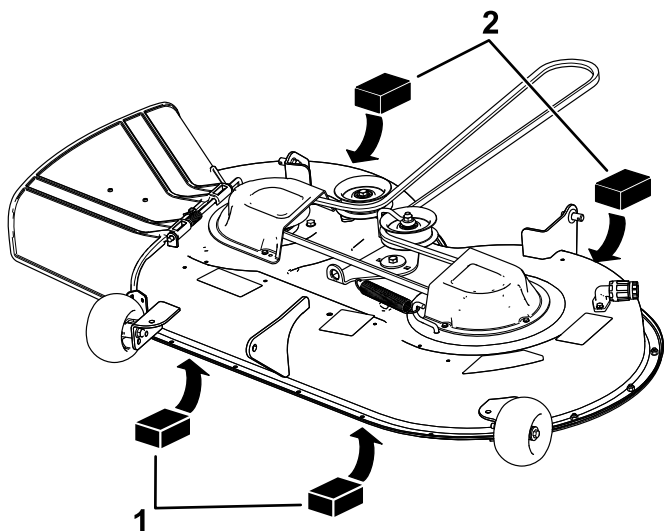

Figura 69
4. Coloque dois calços de 6,6 cm de espessura cada debaixo de cada lado da extremidade frontal da plataforma, mas não debaixo dos suportes do rolo antidanos (Figura 69).
5. Coloque dois calços de 7,3 cm de espessura cada debaixo da extremidade traseira da aba da plataforma de corte, um em cada lado da plataforma de corte (Figura 69).